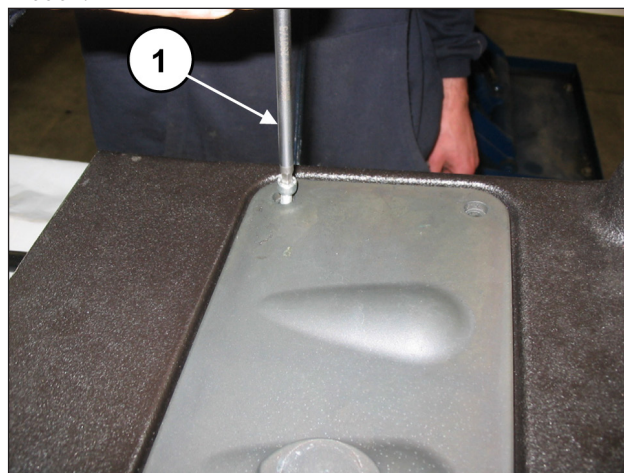
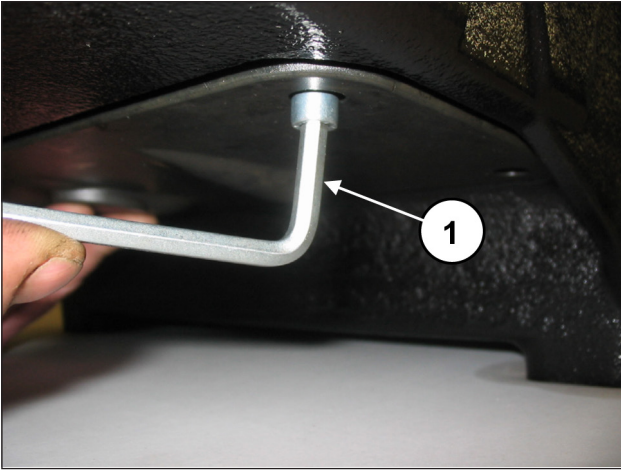

Fig. 139
Fig. 140
Déposer le couvercle d'inspection supérieur (rep. ①, Fig. 139) et inférieur (rep. ①, Fig. 140) en dévissant les 4+4 vis de fixation.